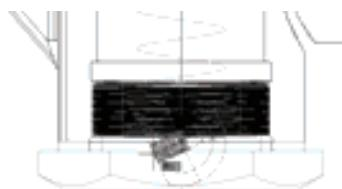
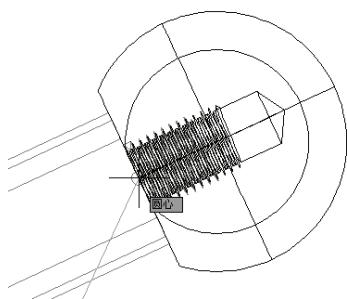
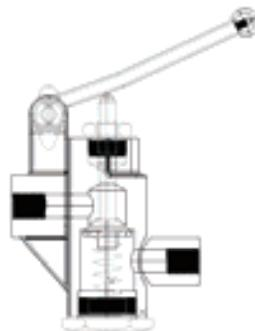

图 11-203 选取基点
图 11-204 选取插入点
图 11-205 移动胶木球后的图形
5) 移动胶木球: 单击“修改”工具栏中的“移动”按钮 $\textcircled{+}$ , 选取图 11-203 所示的圆心为基点, 选取图 11-204 所示的圆心为插入点。移动后结果如图 11-205 所示。